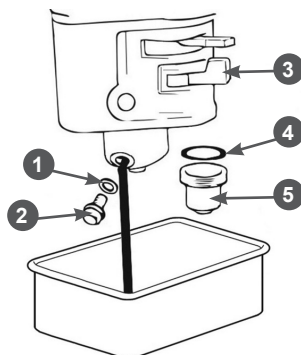

Рис. 29 Обслуживание карбюратора
1. Установите под карбюратор подходящую емкость (Рис. 29).
2. Установите рычаг топливного крана 3 в положение «ЗАКРЫТО» (Рис. 29).
3. Открутите болт 2 сливного отверстия и слейте топливо из поплавковой камеры карбюратора в подготовленную для этого ёмкость (Рис. 29).
4. Открутите стакан отстойника 5, вылейте из него топливо в заранее подготовленную емкость (Рис. 29).